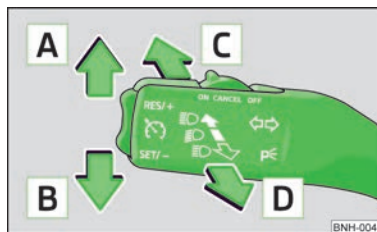

Fig. 21
- » Trageți maneta de semnalizare » fig. 21 la pagina 36 înspre volan, împingeți-o în același timp în jos, și mențineți-o în această poziție.
- » Trageți maneta de semnalizare » fig. 21 la pagina 36 înspre volan, împingeți-o în același timp în sus, și mențineți-o în această poziție.
- Apăsați maneta » fig. 21 în sus , respectiv în jos .
- Apăsați maneta » fig. 21 înspre în față, în sensul săgeții .
- Trageți maneta » fig. 21 spre volan (poziția asistată de arc) în sensul săgeții .
- Apăsăți maneta de semnalizare » fig. 21 la pagina 36 în sus, respectiv în jos - se aprinde lampa de poziție de pe partea dreaptă, respectiv stângă a autovehiculului.